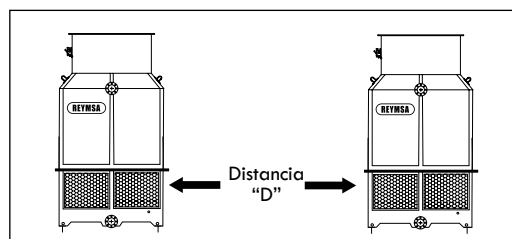

Figura A-1: Distancia recomendada entre torres
- Dejar espacio suficiente que garantice una operación segura. Colocar las torres lo suficientemente separadas entre sí, para que la descarga de aire no sea absorbida por la otra. Como referencia se puede utilizar la Tabla A-1 y Figura A-1 para conocer las distancias recomendadas entre torres.